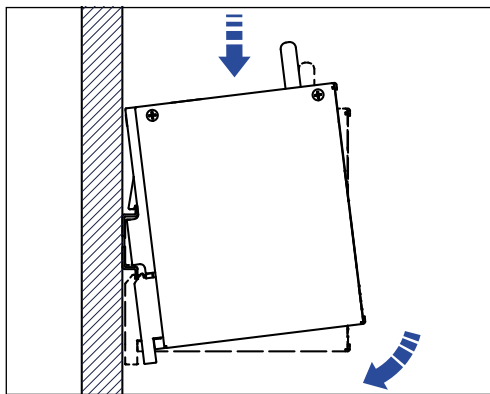

Abb. 3: Installation des Gateways auf Normschiene
1. Stecken Sie das Gateway auf die 35 mm-Normschiene und rasten es auf der Tragschiene ein (Abb. 3).